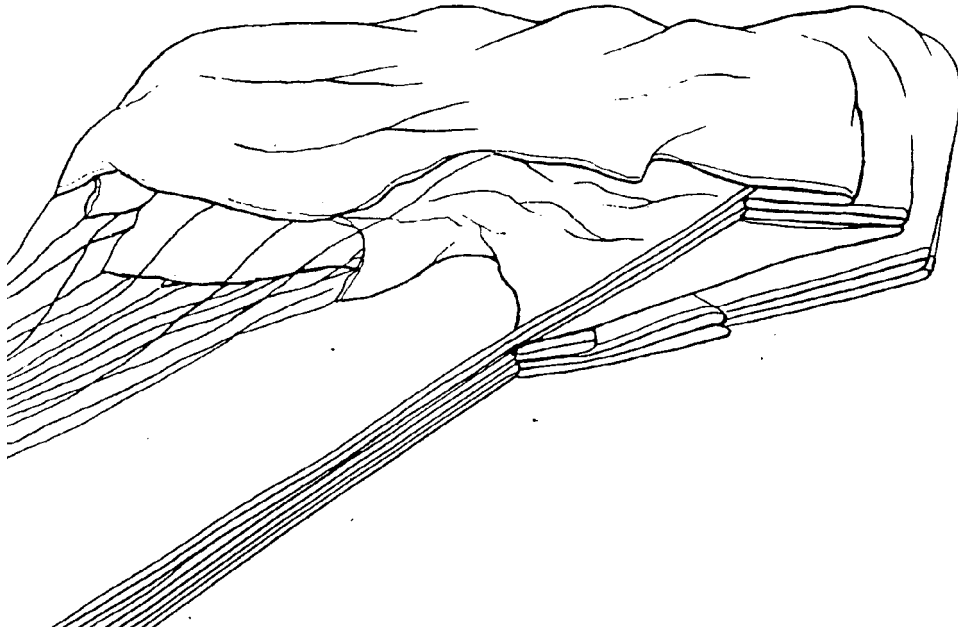

Рис. 21
- 5) уложить задние полотнища, как показано на рис. 21;